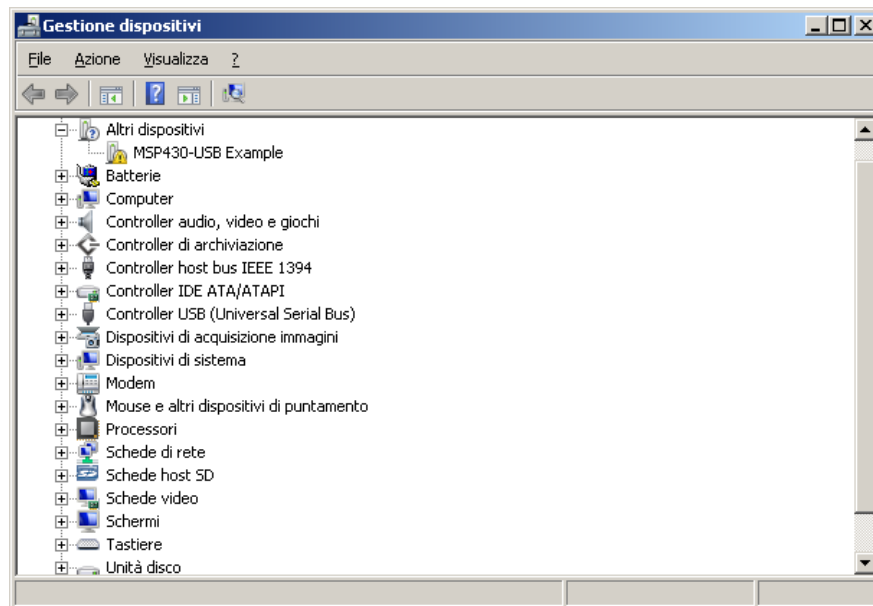

Figura A.2: Device Manager
4. Tra le periferiche del vostro pc una viene evidenziata come in Figura A.2 perché non viene riconosciuta